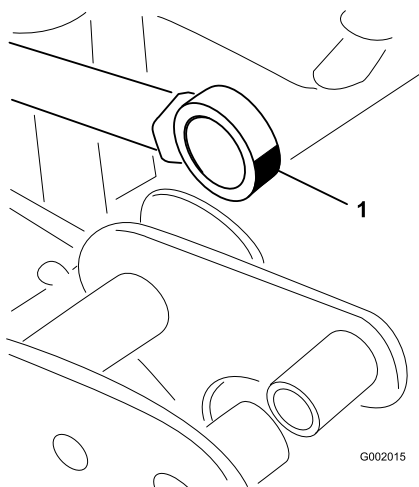

Figura 46
- Manipule el extremo del cojinete del émbolo del actuador y aplique grasa al cojinete (Figura 46). Limpie cualquier exceso de grasa.